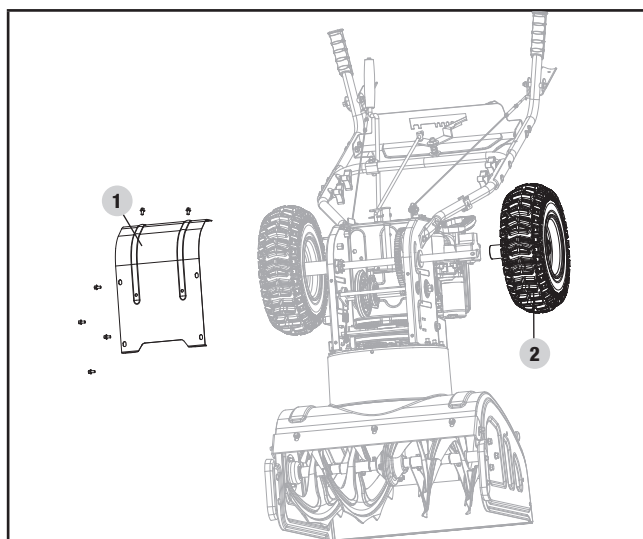

Figure 27A
2. Enlevez le couvercle de la base du châssis (1) du dessous de la souffleuse à neige en enlevant les 6 vis M6 × 16 qui le retiennent (figure 27A/B).